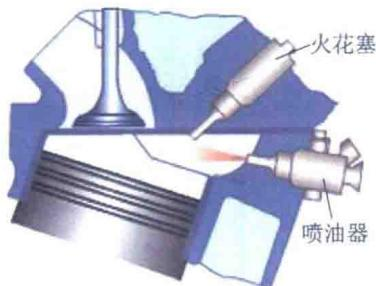

图 0-8 缸内喷射
(1) 缸内喷射：如图0-8所示，将汽油直接喷射入气缸内。除柴油机外现在部分汽油